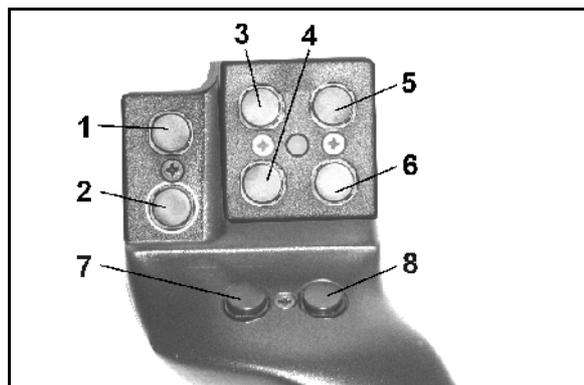
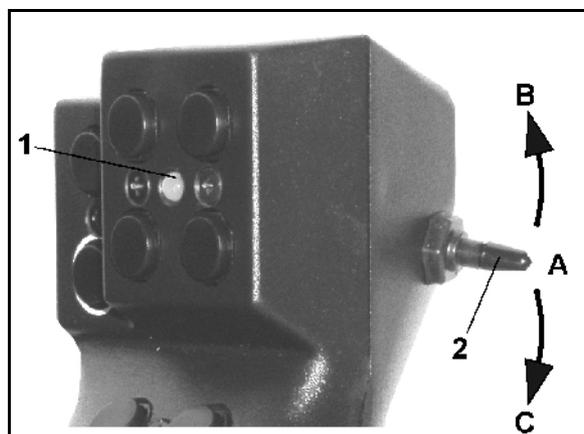

Рис. 70
Рис. 71
Для управления терминалом **AMATRON+** джойстик (Рис. 70) оснащен 8 кнопками (1–8). В дальнейшем с помощью 3-позиционного переключателя (Рис. 71/2) возможно изменение функций кнопок.
-  среднем положении (Рис. 71/A) и может быть установлен
-  как в верхнее (Рис. 71/B), так и
-  в нижнее (Рис. 71/C) положение.
Положение переключателя отображается с помощью светодиодного индикатора (Рис. 71/1).